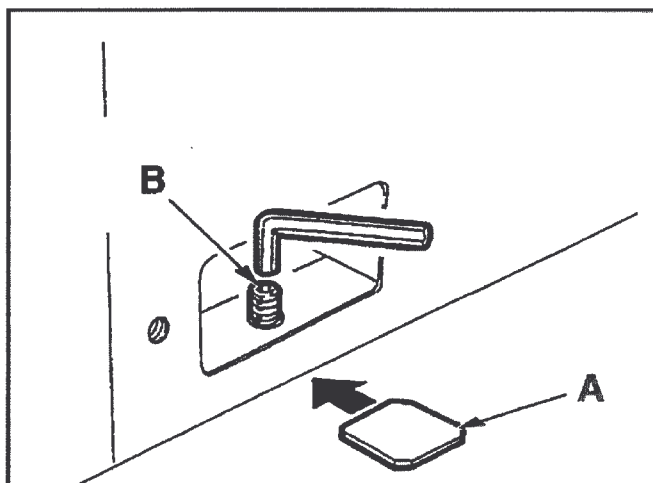

Fig. 05-01
- Sistemare sotto le zone d'appoggio i 4 piastrini in dotazione "A", quindi inserire il grano "B" ed avvitarlo fino a portarlo in appoggio sui piastrini (Fig. 05-01).
- Controllare con l'ausilio di una livella a bolla d'aria, che i piani della macchina siano perfettamente orizzontali; diversamente effettuare la regolazione agendo sui grani "B" (Fig. 05-01),